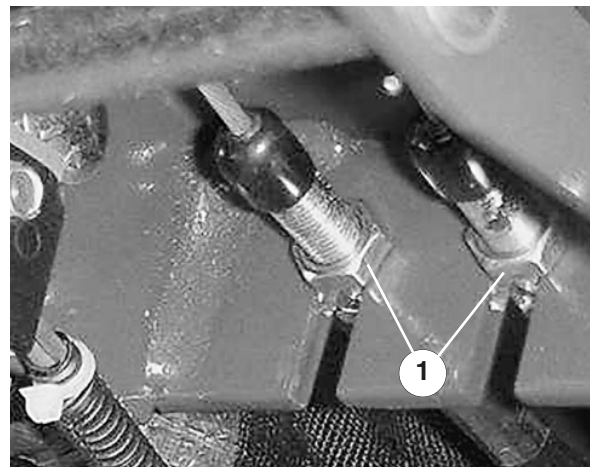

Figure 44
1. Pour réduire la garde aux pédales des freins directionnels, serrez les freins, desserrez l'écrou avant sur l'extrémité fileté du câble de frein (Fig. 44). Serrez ensuite l'écrou arrière pour déplacer le câble en arrière jusqu'à obtention d'une garde de 13 à 25 mm. Resserrez l'écrou avant une fois que les freins sont réglés correctement.